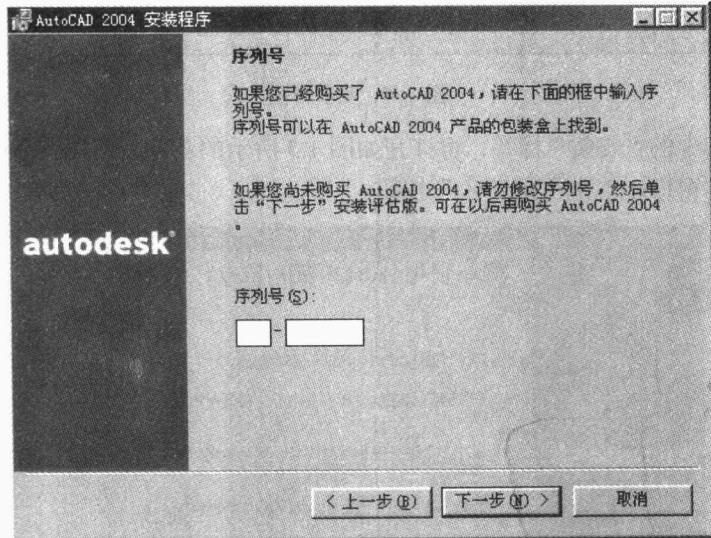

图 1.7 “序列号”窗口
- (5) 单击“下一步”按钮，打开如图 1.7 所示的“序列号”窗口。在“序列号”下面的文本框中，输入随所购 AutoCAD 2004 软件提供的产品序列号。